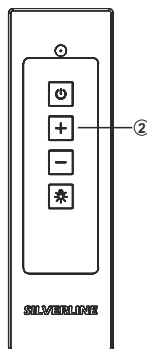

Abb. 21
1. ➔ Drücken Sie über Fernbedienung die Taste (+) die Tasten (Abb. 21).